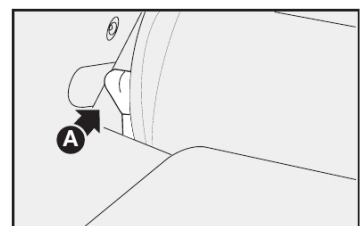

fig. 106
5) Destruavar o encosto do banco agindo sobre as alavancas laterais **A-fig. 106** do mesmo, na direção da seta;